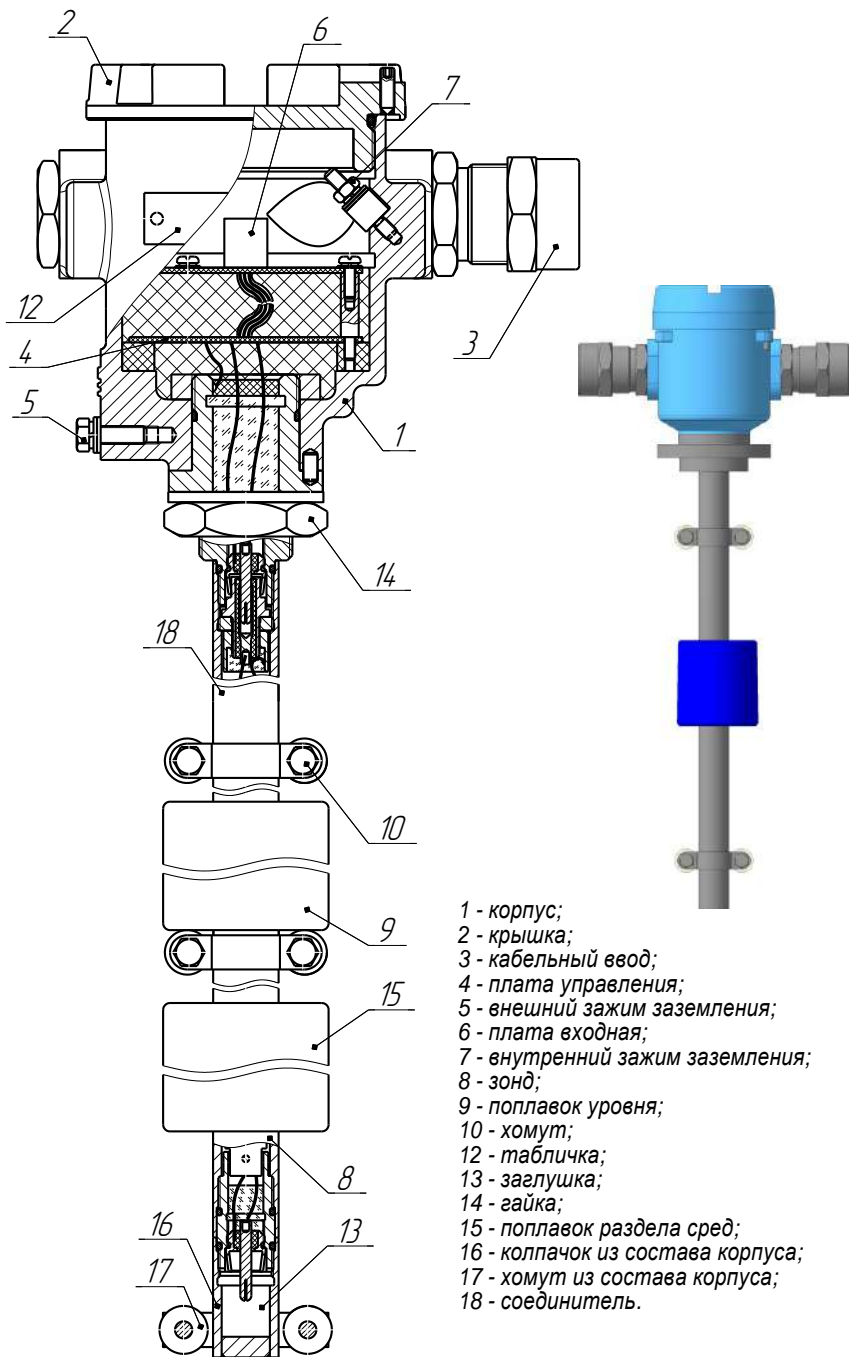

Рисунок 5 – Устройство ПМП
2.2.1 Конструктивно ПМП состоит из отдельных частей, соединяемых по резьбе (рисунок 5): корпуса 1, крышки 2, кабельного ввода 3, соединителя 18, измерительных зондов 8, заглушки 13 с хомутом 10. По направляющей, образованной зондами и соединителями, свободно перемещаются поплавки 9, 15 с двумя магнитами. Измерение уровня происходит на длине зондов – длина каждого зонда и их количество подбираются по высоте резервуара. Соединители (пустотелые трубки) служат для наращивания длины направляющей в верхней части.